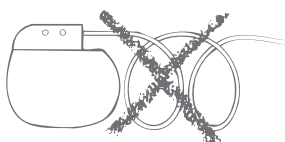

Figure 11
- **Ne pas vriller la sonde, afin d'éviter une torsion du corps de sonde et une délocalisation de la sonde (voir la figure 11).**